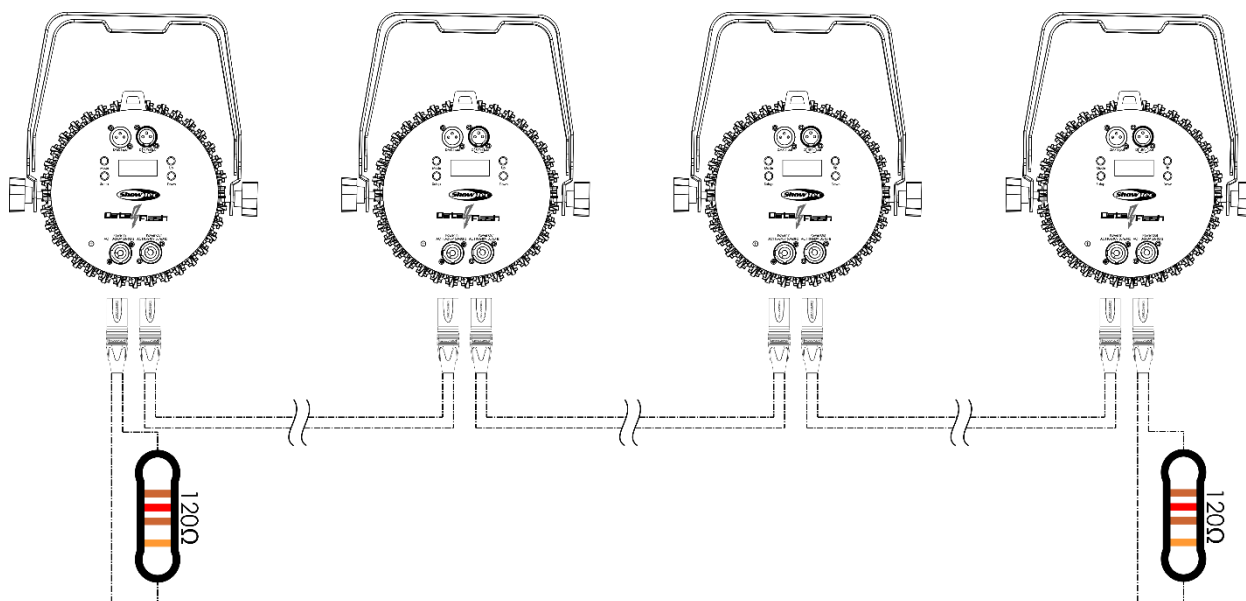

Fig. 03
- 04) Collegare le unità come indicato nella Fig. 03. Collegare un cavo di segnale DMX dall'uscita "out" del primo dispositivo DMX alla presa "in" della seconda unità. Ripetere questo processo fino a collegare la seconda, la terza e la quarta unità. Sarà possibile usare le stesse funzioni sul dispositivo master di quelle descritte a pagina 15 (Programmi integrati). Ciò significa che sul dispositivo master sarà possibile impostare la Modalità di funzionamento desiderata e che tutti i dispositivi slave risponderanno esattamente come il dispositivo master.